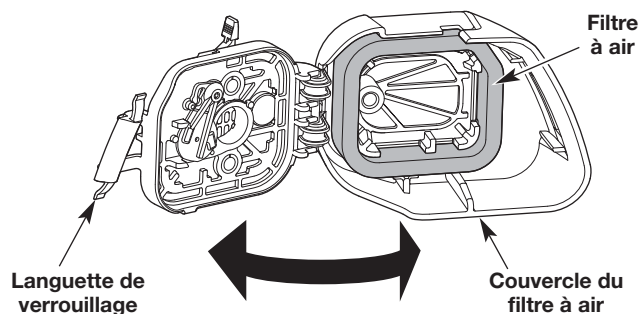

Fig. 19
1. Pour ouvrir le couvercle du filtre à air: appuyez sur la languette de verrouillage et pivotez le couvercle du filtre à air vers la droite (Fig. 19).
2. Retirez le filtre à air de l'intérieur du couvercle du filtre à air (Fig. 19).
6. Remettez le filtre à air en place à l'intérieur du couvercle du filtre à air (Fig. 19).
7. Pour fermer le couvercle du filtre à air: pivotez le couvercle du filtre à air vers la gauche et appuyez dessus en position fermée jusqu'à ce que la languette de verrouillage s'enclenche en place (Fig. 19).